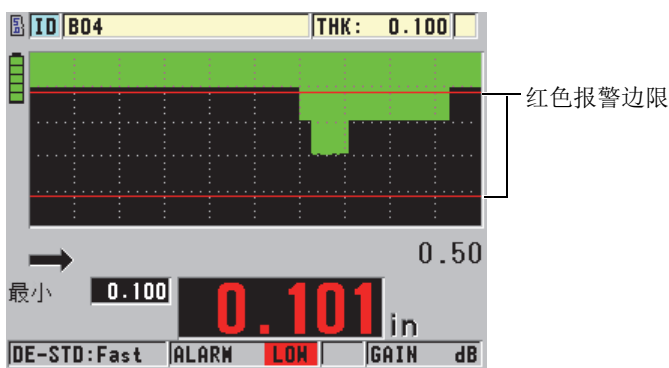

图 7-5 B 扫描报警模式示例
**B 扫描**报警模式与标准报警模式相似，不同的是在 **B 扫描**报警模式下，当参考值在 **B 扫描**厚度范围内时，在 **B 扫描**栅格中会出现线段（参见第 135 页的图 7-5）。此外，用户在 **B 扫描**冻结模式下查看 **B 扫描**厚度时，可以使用报警功能。